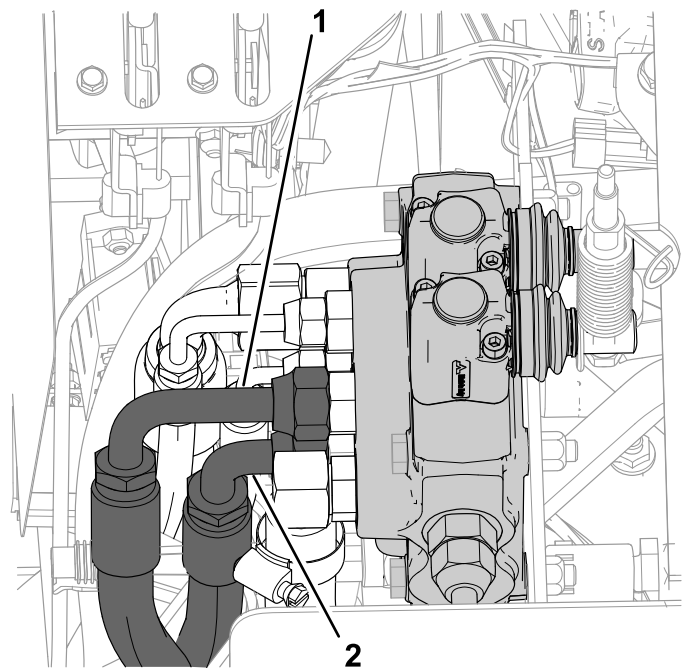

Figura 8
8. Desconecte los manguitos hidráulicos que se muestran en la Figura 8 de la válvula de la palanca hidráulica.